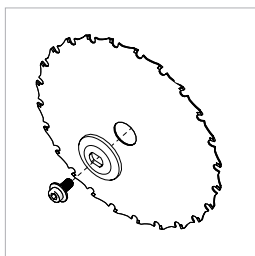

Fig. 20b
- Instale la brida exterior de la hoja y el perno de la brida. (**Fig. 20b**)